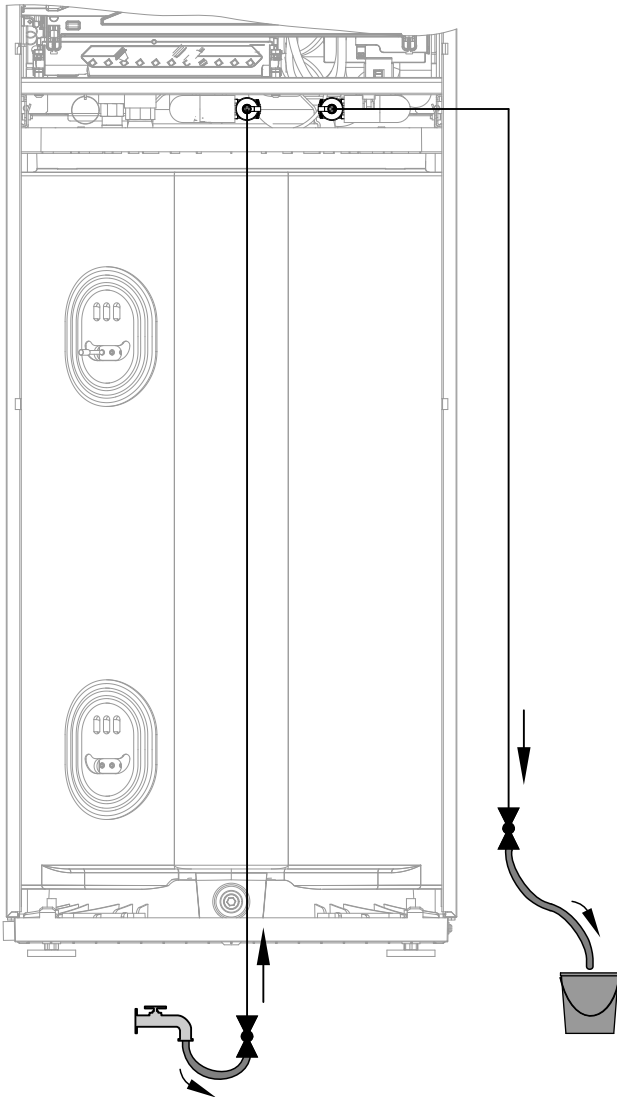

Abb. 70
3. Kugelhähne im Einlass und Auslass am Befüll- und Spülanschluss gemäß Abb. 70 öffnen. Heizwasser über den Befüllschlauch einströmen lassen.